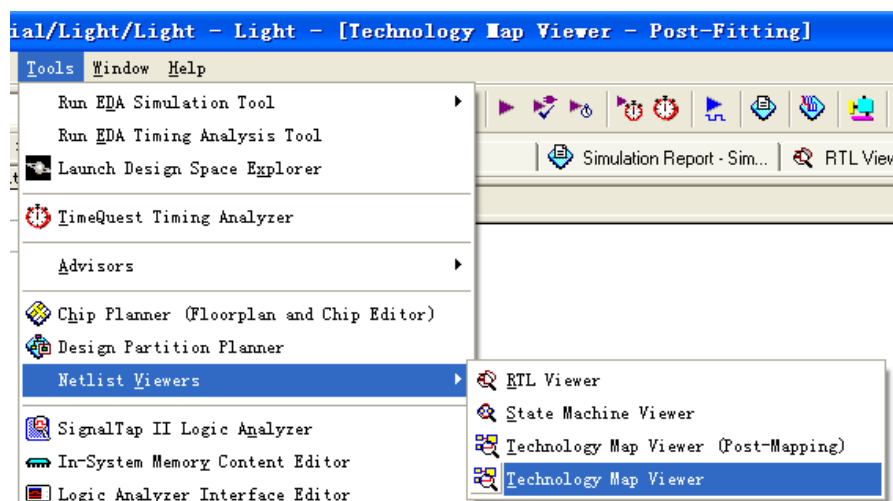
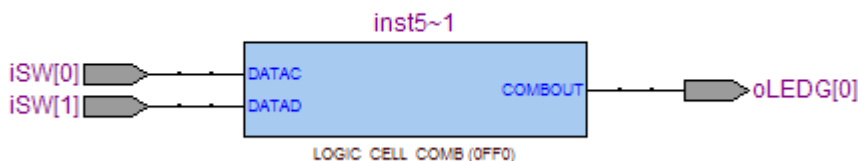

图 4-15 查看 Technology Map 菜单项
图 4-16 查看 Technology Map
13. 观察电路图，不难发现电路功能仅仅是求一个异或： $A \oplus B = A(\sim B) + (\sim A)B = A + B - AB$ 使用一个逻辑单元即可实现，点击菜单项 Tools->Netlist Viewers->Technology Map Viewer，如图 4-15，可以看到只使用了一个逻辑单元，如图 4-16。